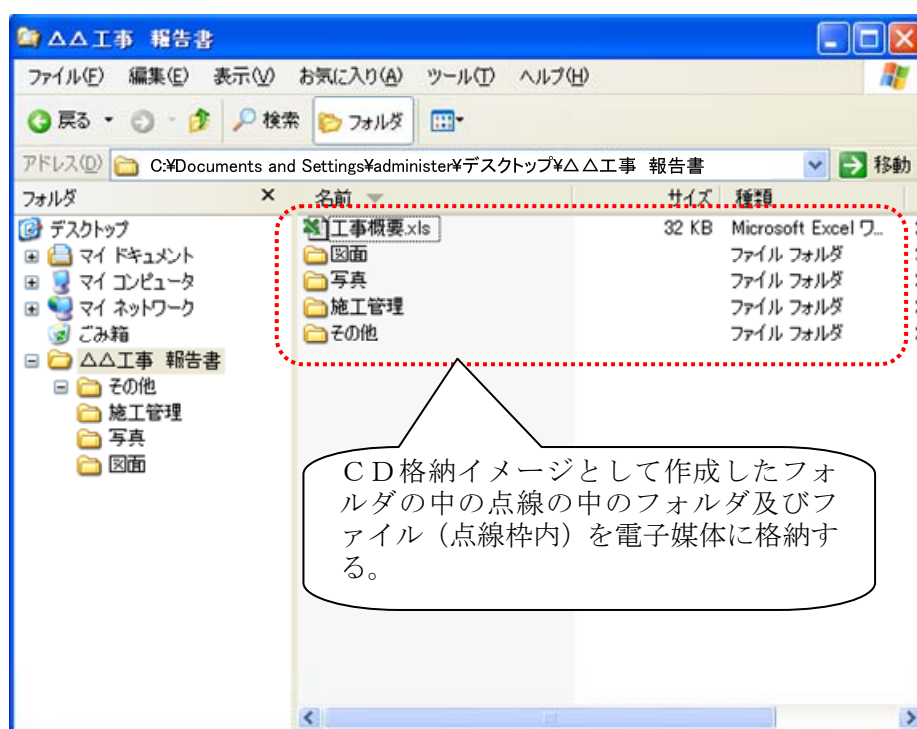

図 2-12 電子成果品のCD格納イメージ（パソコンの画面例）
- ・ パソコンのハードディスク等に新たにフォルダを作成し、「2.5 電子成果品の作成」に従って作成した「工事概要」「図面」「写真」「施工管理」「その他」等のファイル及びフォルダを格納する。(図 2-12 参照)